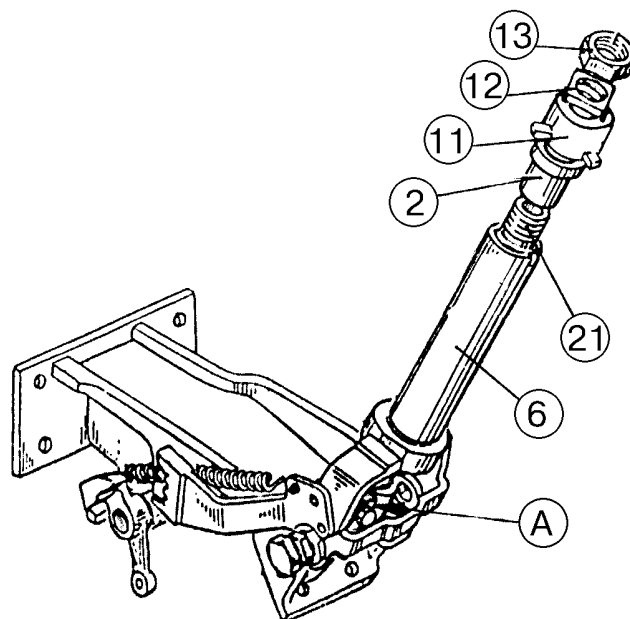

Рис.6.19
17) установите верхнюю втулку (2), (рисунок 6.19), в трубу (6), предварительно смазав внутреннюю поверхность смазкой «Литол-24»;
18) установите на трубу (6), (рисунок 6.19), отбойник (11);
19) навинтите гайку (12), (рисунок 6.19), и контргайку (13) на резьбовой хвостовик вала (21);
20) прижмите карданное соединение «А» к трубе (6), (рисунок 6.19), выбрав люфты между втулками, амортизаторами и торцами трубы;
21) завинтите гайку (12), (рисунок 6.19), до контакта с отбойником (11) и отвинтите ее на (0,5–1) оборота;
22) затяните контргайку (13), (рисунок 6.19);